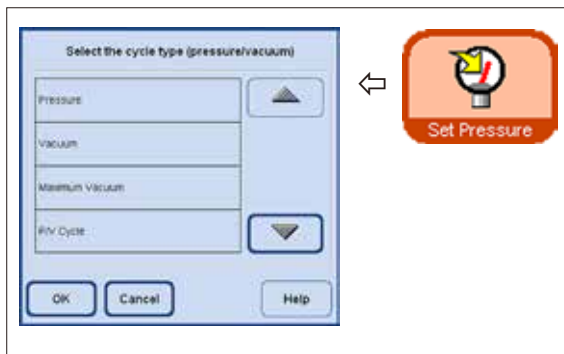

Fig. 133
- Pode-se escolher um tipo de ciclo de pressão. Para isso, pressione o botão **SET PRESSURE** e chame a janela **SELECT THE CYCLE TYPE** (Fig. 133).